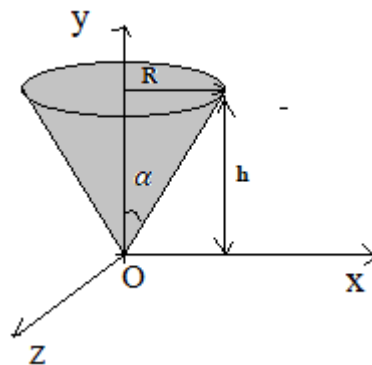

Figure III.23
**Exercice 06.** Considérant un cône plein de densité volumique  $\rho$ , de masse (m), de hauteur (h) et de rayon de base par rapport à son sommet (R) voir Figure III.23.